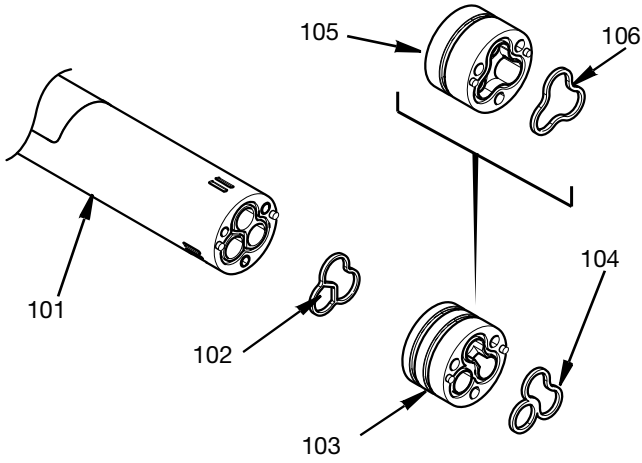

FIG. 13
5. Gerekirse, alt pompa bir malzeme contasını (106) veya alt pompa iki malzeme contasını (104) çıkarın. Bir malzeme adaptörü (105) veya iki malzeme adaptörü (103) ve adaptör contası (102) şimdi çıkarılabilir. Bkz. FIG. 13.